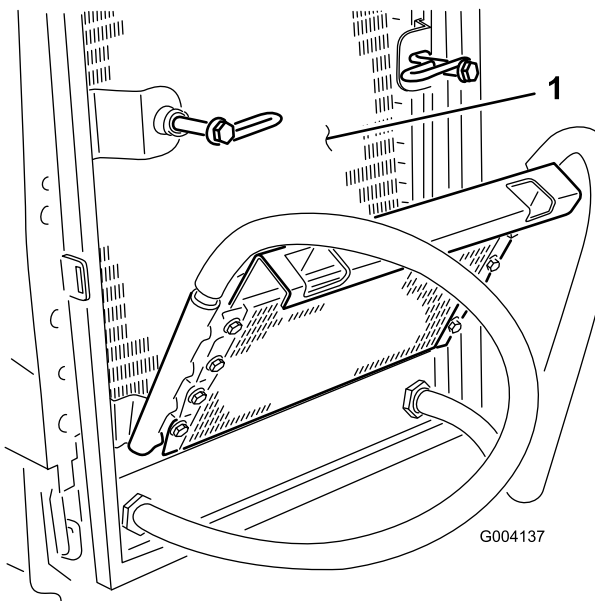

Bild 65
6. Reinigen Sie beide Seiten des Ölkühlers und des Kühlers gründlich mit Druckluft (Bild 65).